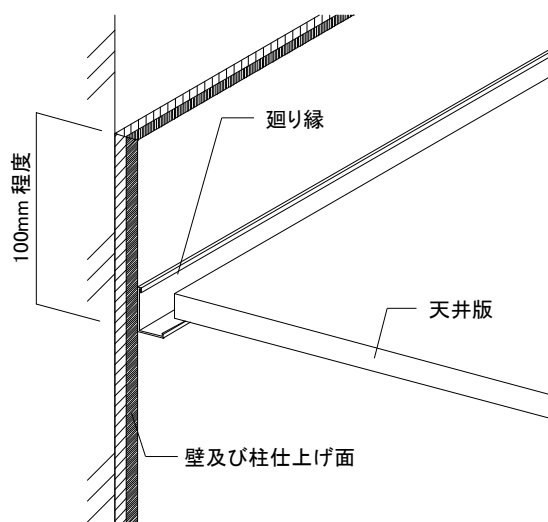

図2-2-1 壁面の仕上がり高さ
①壁面が天井仕上面より 100 mm 程度上方まで仕上げてあることを確認する。(図 2-2-1 参照)